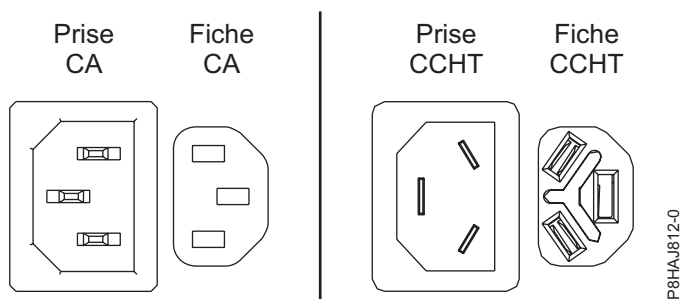
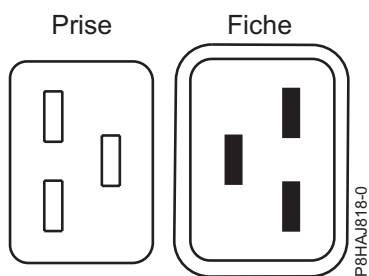
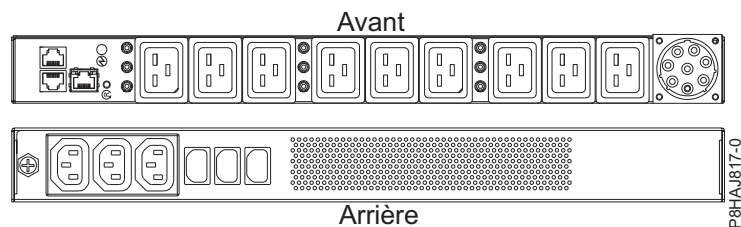

Figure 156. Connecteurs CA et CCHT
Figure 157. Connecteurs pour le système 8408-44E
Figure 158. Unité d'alimentation pour le système 8408-44E
La figure 156 représente les connecteurs pour courant alternatif (CA) et courant continu haute tension (CCHT) pris en charge. Les figure 157 et figure 158 illustrent les connecteurs et l'unité d'alimentation (PDU) pris en charge pour le système 8408-44E.